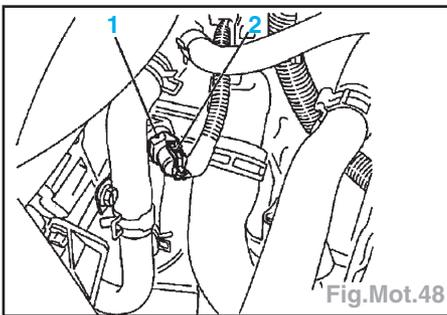

Fig.Mot.48
- Débrancher la fiche (2) et dévisser le capteur (1) (Fig.Mot.48).